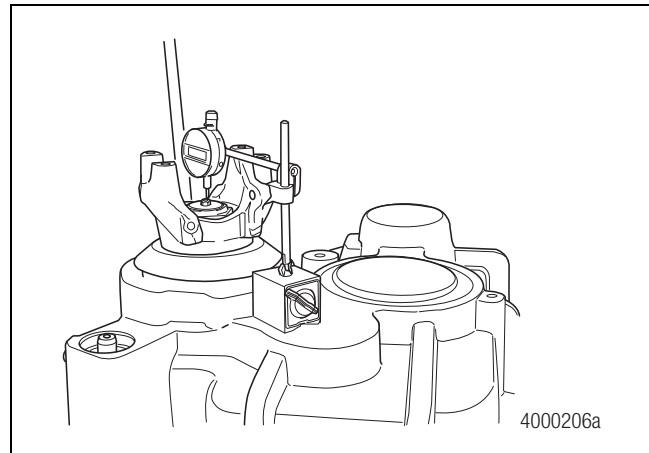

Figure 6.25
3. À l'aide d'un comparateur à cadran approprié, contrôler le jeu axial de l'arbre en soulevant la chape. Le jeu axial doit se situer entre 0,001 et 0,003 po (0,025 et 0,076 mm). Répéter l'opération trois fois et faire la moyenne. Noter la valeur relevée pour cet arbre. Figure 6.25.